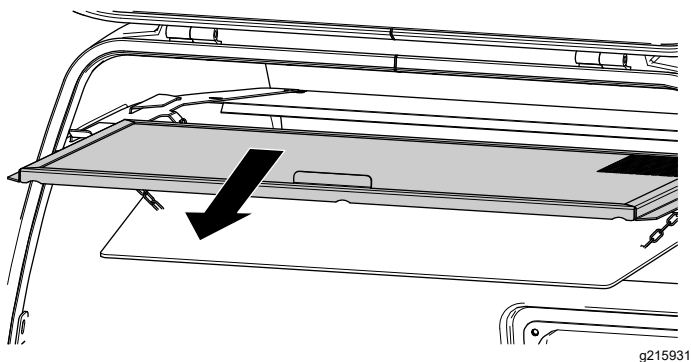

Figura 113
3. Retire la rejilla de la tolva y límpiela (Figura 113).